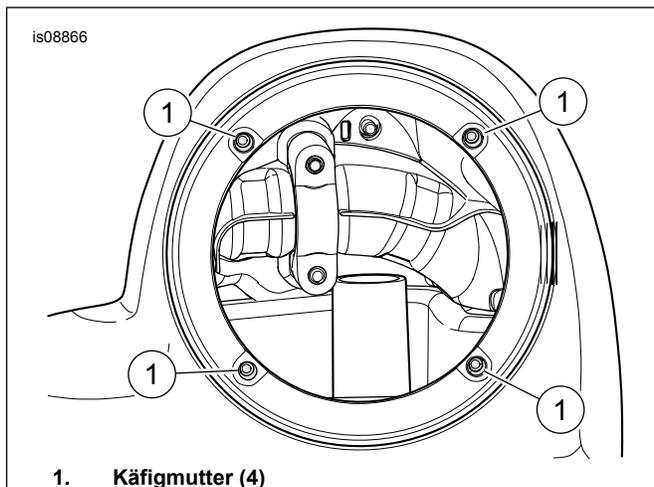

Abbildung 11. Unverlierbare Muttern
15. Siehe Abbildung 11 >. Käfigmutter (4) von der Innenseite der großen Öffnung aus einsetzen.